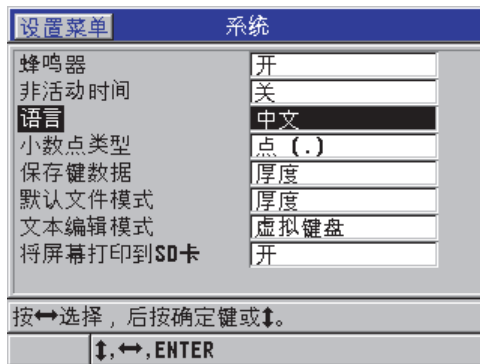

图 4-1 系统屏幕
2. 在**系统**屏幕中（参见第 52 页的图 4-1）：